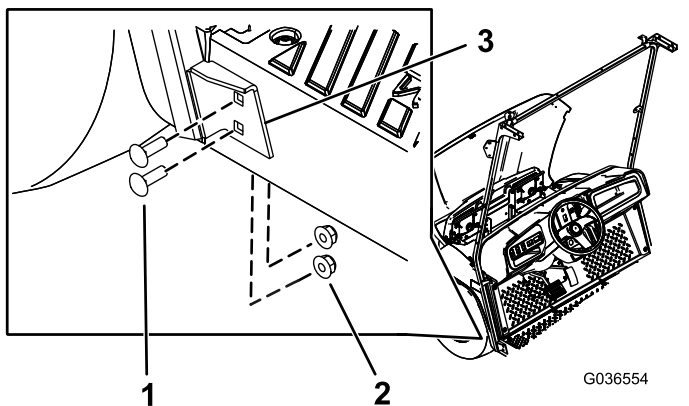

**Figura 5**
4. Fije el soporte del medio del apoyo del parabrisas a la máquina con 2 pernos hexagonales con arandela prensada ( $\frac{5}{16}$ " x 1") y 2 tuercas ( $\frac{5}{16}$ " ) en los taladros que ha realizado (Figura 5).